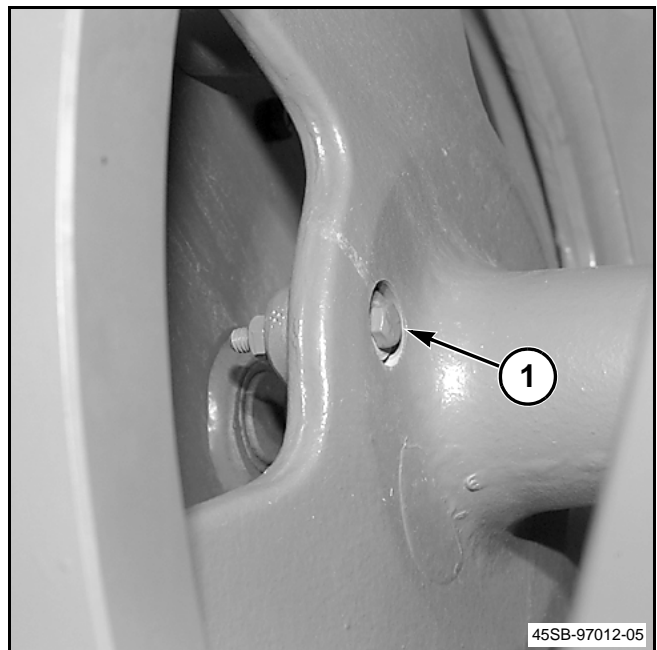

FIG. 3
FIG. 3: El perno de seguridad de la volante (1) conecta la volante con los otros componentes del tren de mando. Cuando el perno de seguridad de la volante se quiebra, la volante no puede impulsar el enfardador.